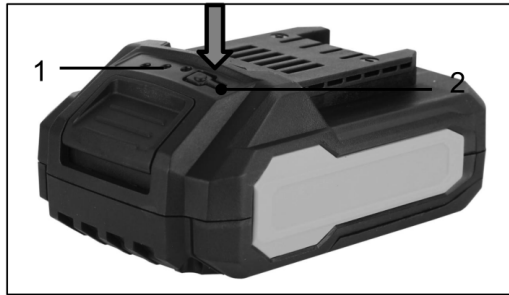

Рисунок 4. Схема перевірки рівня заряду акумуляторної батареї.
- натиснути та утримувати кнопку акумуляторної батареї (2, рис. 4), що розташовується на верхній панелі акумулятора;
- перевірити рівень зарядженості акумулятора: під час утримання кнопки залежно від стану заряду батареї почнуть світитися відповідні індикатори (1, рис. 4).